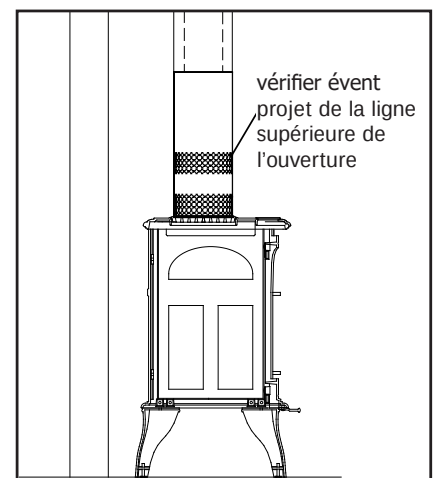

Figure 46: Projet de test de lieu
4. Après un minimum de 10 minutes opération, tester le tirage de la cheminée avec une allumette de fumée de la ligne supérieure du motif pour confirmer qu'il ya projet ou «pull» au niveau des ouvertures dans le corps de la hotte à air adaptateur adéquat, comme indiqué dans Figure 46.